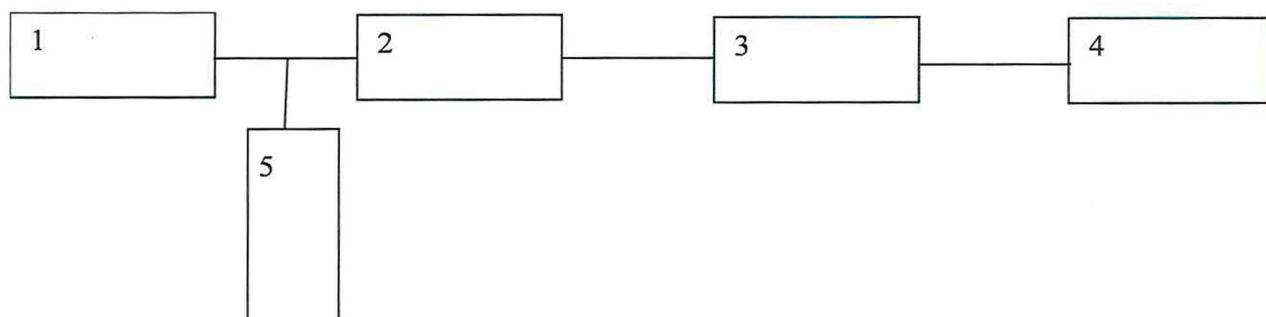

Рисунок 1
9.2.1.1 Подключить выход BNC+ генератора (сигнал генератора выключен) через тройник к BNC разъему входного модуля ММС прибора ЭКОФИЗИКА-500 согласно схеме подключения рис.1. При наличии нескольких входов подобного типа, испытания проводят для каждого входного канала по отдельности. Второй выход тройника подключить к мультиметру.
9.2.3.1 Подключить выход BNC+ генератора (сигнал генератора выключен) через тройник к входному BNC разъему модуля DIR прибора ЭКОФИЗИКА-500 согласно схеме подключения рис.1. При наличии нескольких входов подобного типа, испытания проводят для каждого входного канала по отдельности. Второй выход тройника подключить к мультиметру.
9.2.4.1 Подключить выход BNC+ генератора (сигнал генератора выключен) через тройник к одному из входных разъемов BNC модуля DIFF прибора ЭКОФИЗИКА-500 согласно схеме подключения рис.1. На второй входной разъем канала надеть заглушку 50 Ом. При наличии нескольких входов подобного типа, испытания проводят для каждого входного канала по отдельности. Второй выход тройника подключить к мультиметру.